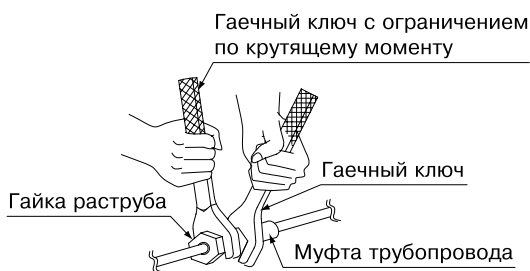

Рис. 4
(1) Подсоедините трубопровод.
- При подсоединении или отсоединении трубопровода к или от блока **обязательно используйте два гаечных ключа**. (См. рис. 4)